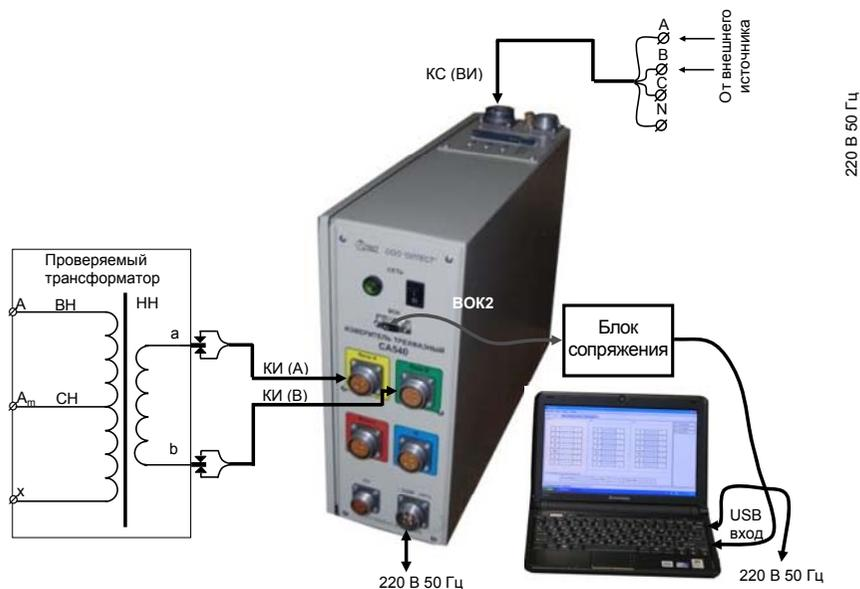

Рисунок 7.13
1) Собрать измерительную схему при управлении Измерителя от ПК, штрих-пунктирная линия (рисунок 7.13).
2) Начать запись результатов измерения в архив, для чего щелкнуть в поле "Измерение" (рисунок 7.3, поз.1) по кнопке , на экране появится "Окно ввода данных для записи в архив" (рисунок 7.13).
4) Сохранить результаты измерения, для чего щелкнуть в окне (рисунок 7.13) по кнопке .